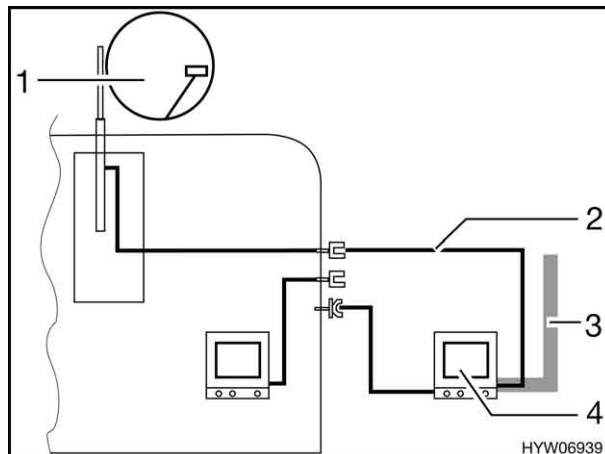

Fig. 73 TV nella veranda
- TV nella veranda (Fig. 73,4): collegamento all'antenna del tetto (Fig. 73,1) con cavo di collegamento (Fig. 73,2).
- TV nella veranda (Fig. 73,4): collegamento a antenna esterna (Fig. 73,3).